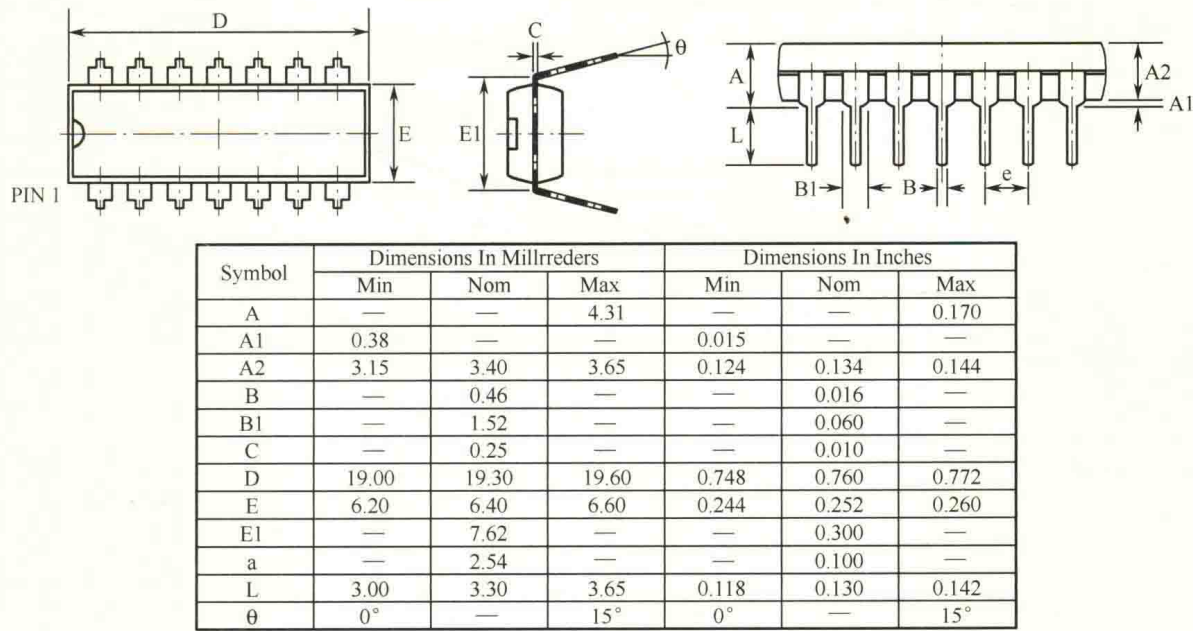

图 5-6 DIP14 的数据手册
(3) 下载 DIP14 的数据手册，如图 5-6 所示，按照数据手册填写相关问答参数。